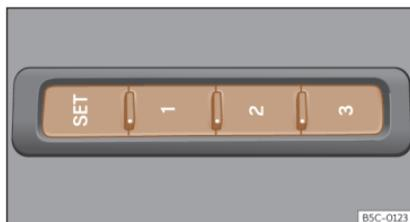

Fig. 101 Sur le côté extérieur du siège du conducteur : touches de mémorisation.
- Appuyez sur la touche **SET** pendant plus de 1 seconde »» fig. 101.